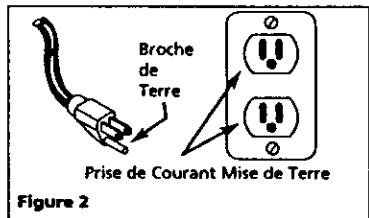

Figure 2
1. Ce produit est conçu pour l'utilisation d'un circuit de 120 volts et a une fiche de mise à la terre comme celle indiquée sur la Fig. 2. Assurer que le modèle est branché à une prise de courant qui a la même configuration que la fiche. Ce produit doit être mis à la terre. Dans l'évenement d'un court-circuit, la mise à la terre diminue le risque de secousse électrique en fournissant un fil d'échappement pour le courant électrique. Ce produit est équipé avec un cordon qui a un fil de terre avec une fiche de terre. Cord must be plugged into an outlet that is properly installed and grounded in accordance with all local codes and ordinances.